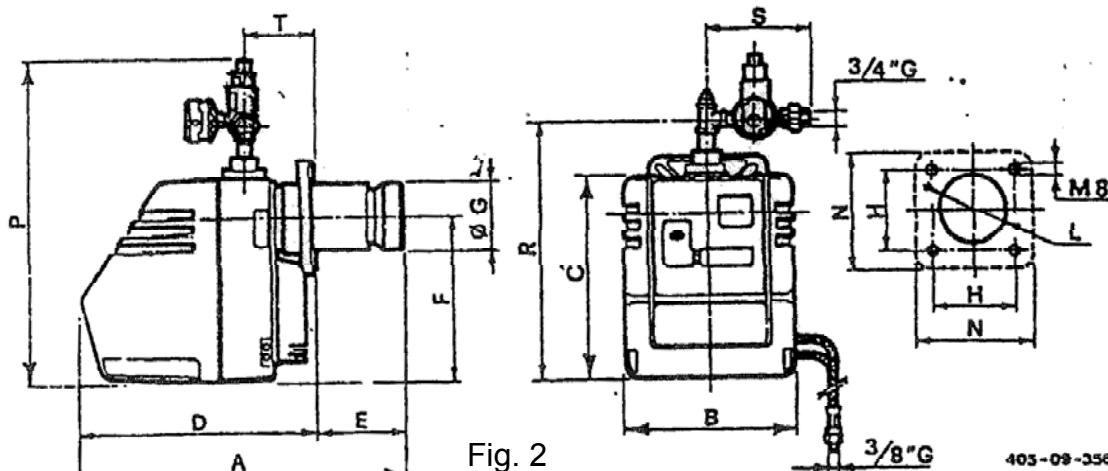

Fig. 2
Dupa ce ati pregatit partea frontală a generatorului de caldura respectand dimensiunile flansei de montaj indicate in fig. 2, trebuie sa fixati placa de legatura a arzatorului (1) cu cele doua suruburi inferioare (2) avand grija sa intercalati garnitura de asbest (3) furnizata in dotare (vezi fig. 19).